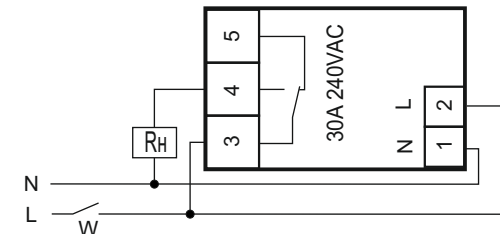

Рис.1 Схема подключения реле RN-01-30
8.2. Подключить нагрузку к изделию (см. рис.1). Для этого используйте одножильный или многожильный провод с двойной или усиленной изоляцией сечением, соответствующей мощности нагрузки. Переменное **фазное** напряжение **220 В, 50 Гц** подается на контакты **L** и **N** изделия и на замыкающие контакты. Напряжение может подаваться через выключатель **W** или напрямую.